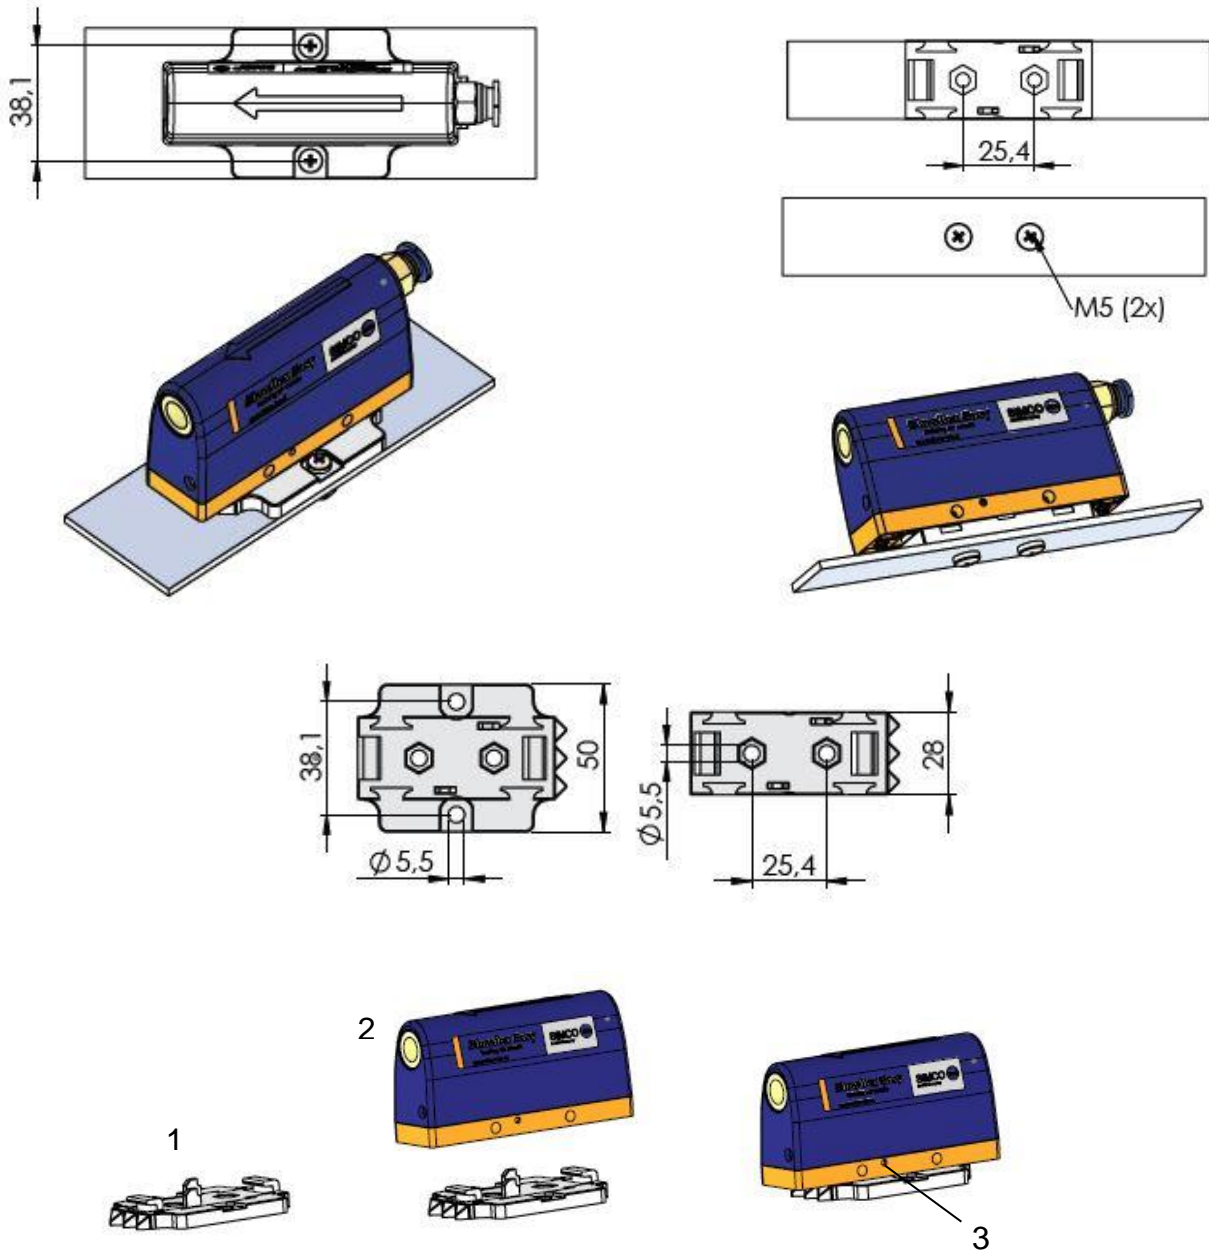

Abbildung 5.3: Befestigung mit dem Montagefuß
- Montieren Sie den Montagefuß (1) auf der Maschine. Verwenden Sie dazu passende M5-Schrauben.
- Sichern Sie die Position des Ionisators (2), indem Sie mindestens 1 der zwei Stellschrauben (3) festziehen (an beiden Seiten gibt es eine Stellschraube).
- Schrauben Sie die Stellschrauben (3) aus der Montagehalterung (siehe Abbildung 5.3).